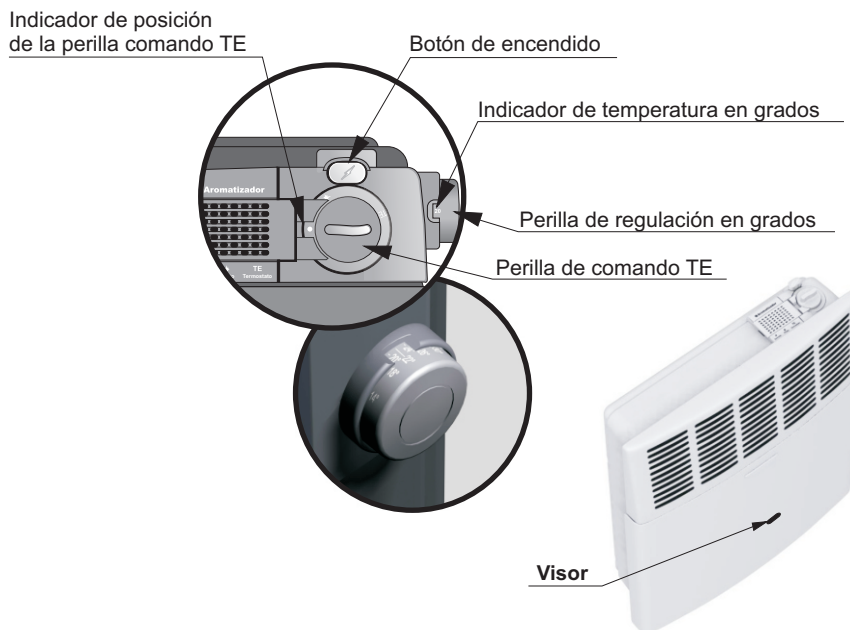

Fig. 6
Con la **Perilla de Comando TE** (fig. 6), ubicada en la parte superior derecha del calefactor, se realizan las operaciones básicas para el manejo del calefactor, por ejemplo, para el **Apagado Total**, para el **Encendido del Piloto** y para poner en **Termostato (TE)**.
Con la **Perilla de Regulación en Grados** (fig. 6), ubicada en el lateral derecho del calefactor, se elige la temperatura deseada para el ambiente.
Presione a fondo la **Perilla de Comando TE** (Fig. 6) en la posición ● (Cerrado) y gírela hasta que el símbolo ★ (Piloto) quede alineado con el indicador de posición (Fig. 6).
Presione a fondo la **Perilla de Comando TE** y, manteniéndola oprimida, pulse el **Botón del Encendido** (Fig. 6).
Observe por el **Visor** (Fig. 6) del gabinete para verificar si el piloto ha encendido. Si no lo ha hecho, repita esta operación hasta lograrlo.
Para colocar la **Perilla de Regulación en Grados** (Fig. 6) en la temperatura elegida, es conveniente, primero girarla hasta la posición de temperatura máxima (32 °C) y, a continuación, retroceder hasta la posición de la temperatura deseada.